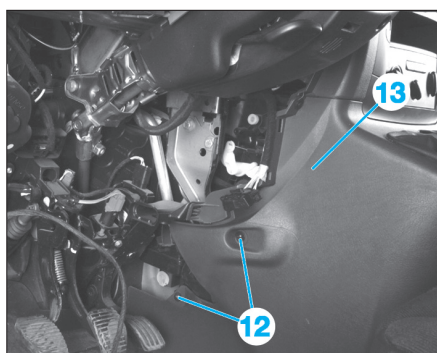

Fig. 14
- Déposer les vis de fixation latérale (12) droit et gauche de la console centrale de plancher (Fig.14).
- Dégrafer puis déposer la console centrale de plancher (13).